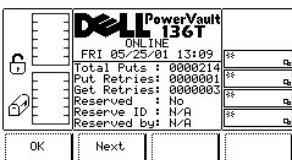

Abbildung 16. Dialogfeld "Status" > "Library" > "Slot" > "Slot Get/Put"
- 1 Wenn die Taste unter dem Softkey **Next** gedrückt wird, wird das Dialogfeld "Slot Get/Put" angezeigt (siehe Abbildung 16).